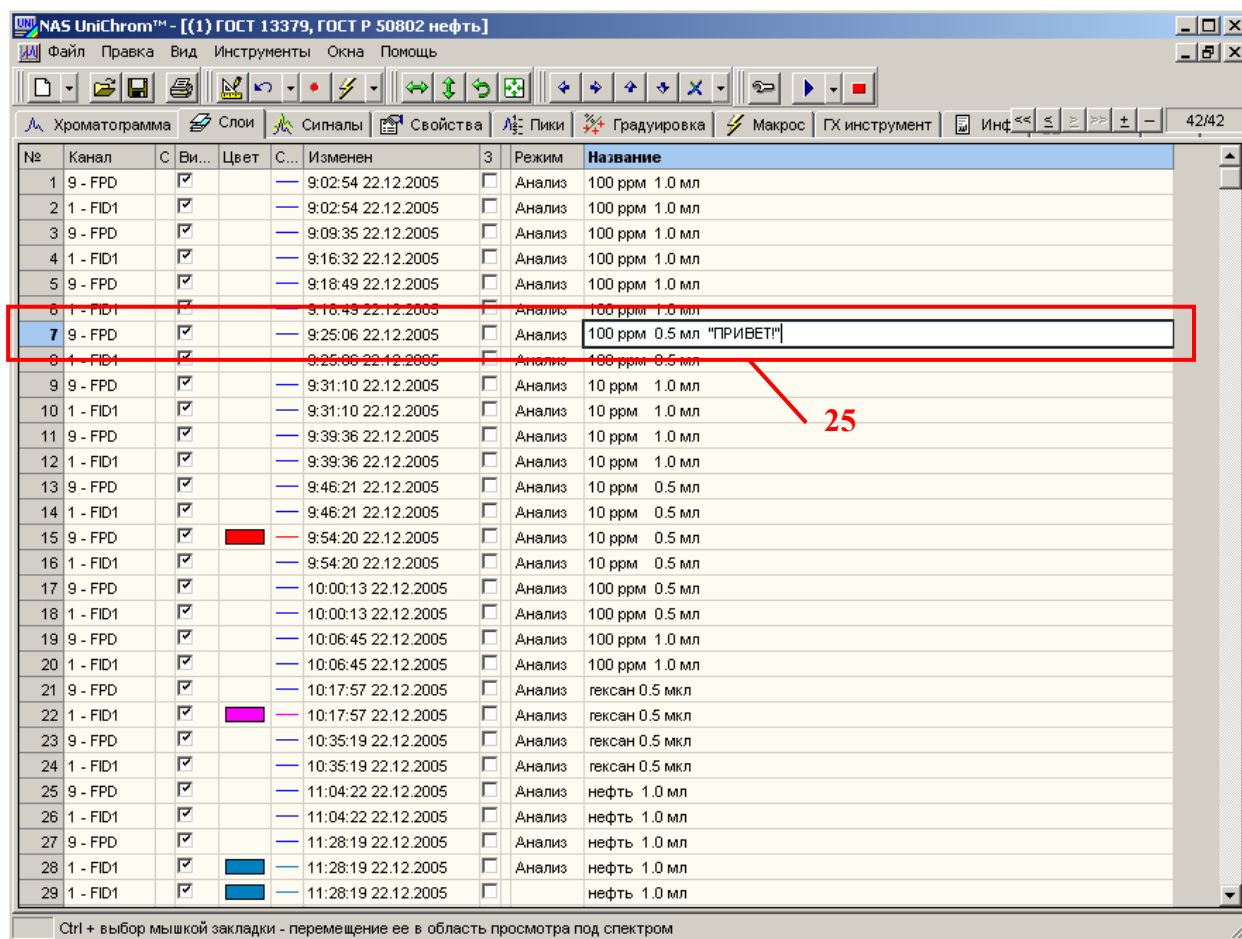

Рис. 40. Редактирование названия слоя данных.
- Щёлкните левой кнопкой мыши в ячейку таблицы слоёв, которая находится в графе «Название» и соответствует слою, название которого требуется изменить (см. Рис. 40).